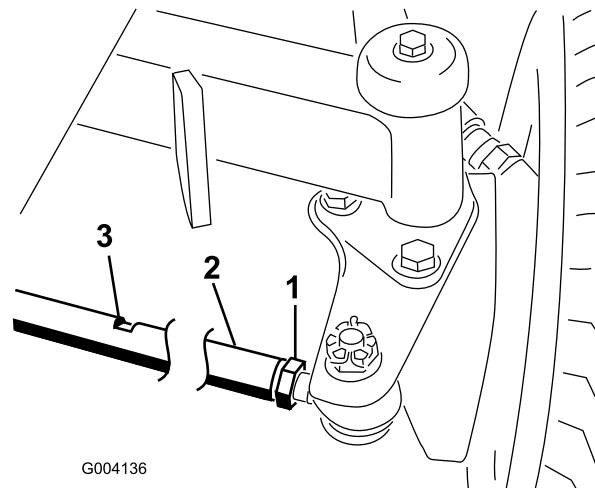

図 68
2. 各タイ・ロッド（図 68）の端についているジャムナットをゆるめる。